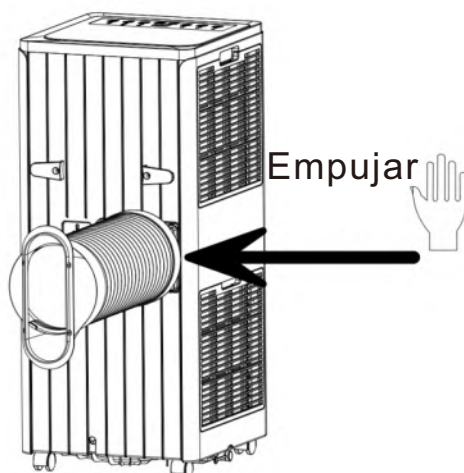

Figura 1
- 2) inserte el conjunto del tubo de calor (el extremo de la junta de escape) en la ranura de ventilación del panel trasero (empuje hacia la izquierda) y complete el montaje (como se muestra en la figura 1).